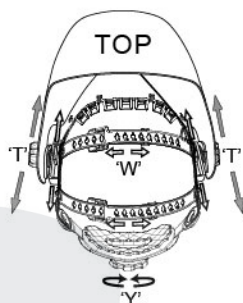

рис.7
Длину окружности оголовья можно увеличить или уменьшить, вращая ручку с нажатием на затылочной части оголовья (см. «У» на рис.7). Это можно сделать не снимая маски и позволяет получить натяжение, необходимое для надежной фиксации сварочной маски на голове.
• Если наголовник сидит на голове слишком высоко или слишком низко, отрегулируйте ремень, который проходит через макушку. Для этого ослабьте конец ремня, выдавив стопорный штифт из отверстия в ремне. Переместите две части ремня относительно друг друга на требуемую длину и вставьте стопорный штифт в ближайшее отверстие (см. W рис.7).
Шаг 1: Ослабьте гайку фиксатор (см. «Т» на рис.7), и двигайте маску к или от вашего лица. Убедитесь, что расстояние между обоими глазами и светофильтром одинаковые, чтобы избежать неравномерного затемнения светофильтра.